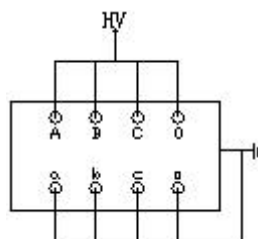

图 6-11 变压器反接法
(2)：反接法、电压为 10KV 一次绕组对二次绕组及地、接线见图 6-11